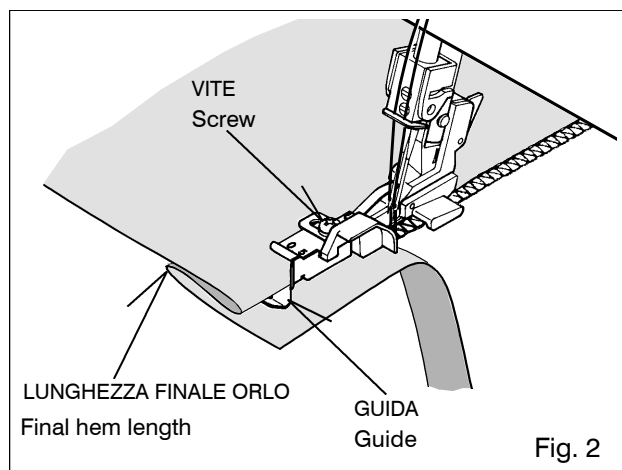
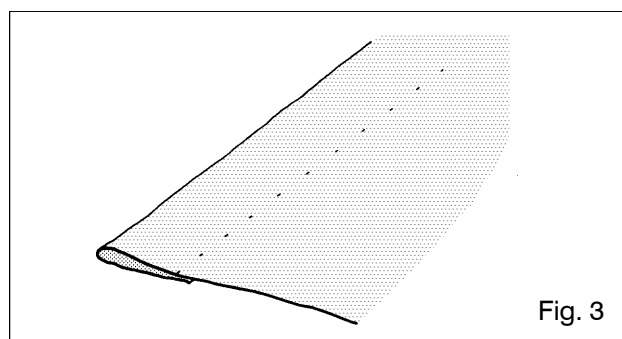

Fig. 2
Fig. 3
2. Porre il tessuto sotto il piedino pressore con il rovescio in alto. Alimentare il bordo piegato attraverso la guida sul fronte del piedino e abbassare la leva del piedino pressore. Provare un punto o più punti su un ritaglio di tessuto del tipo usato e regolare la guida in modo che l'ago incontri in modo giusto la piega. Regolare la guida per mezzo della piccola vite sulla parte alta del piedino (vedere fig. 2)
3. Quando correttamente regolato, cucire l'orlo. Il bordo esterno sarà tagliato dalla macchina. Vedere anche fig. 2. Dopo aver completato la cucitura, aprire e pressare di nuovo. I punti dovrebbero risultare quasi invisibili sul diritto del tessuto. Vedere fig. 3.
2. Place fabric under the presser foot with the 'wrong' side up. Feed the folded edge through the guide in the front of the foot and lower the presser foot lever. Try a stitch (or several stitches) on a spare piece of the actual fabric, and adjust the guide so that the needle just catches the fold. Adjust the guide by means of the small screw on the top of the foot – see Fig. 2.
3. When correctly set, sew the hem. The outside edge will be cut away by the machine – see also Fig. 2. After completion, open out and press again. The stitches should be almost invisible on the 'right' of the fabric – see Fig. 3.